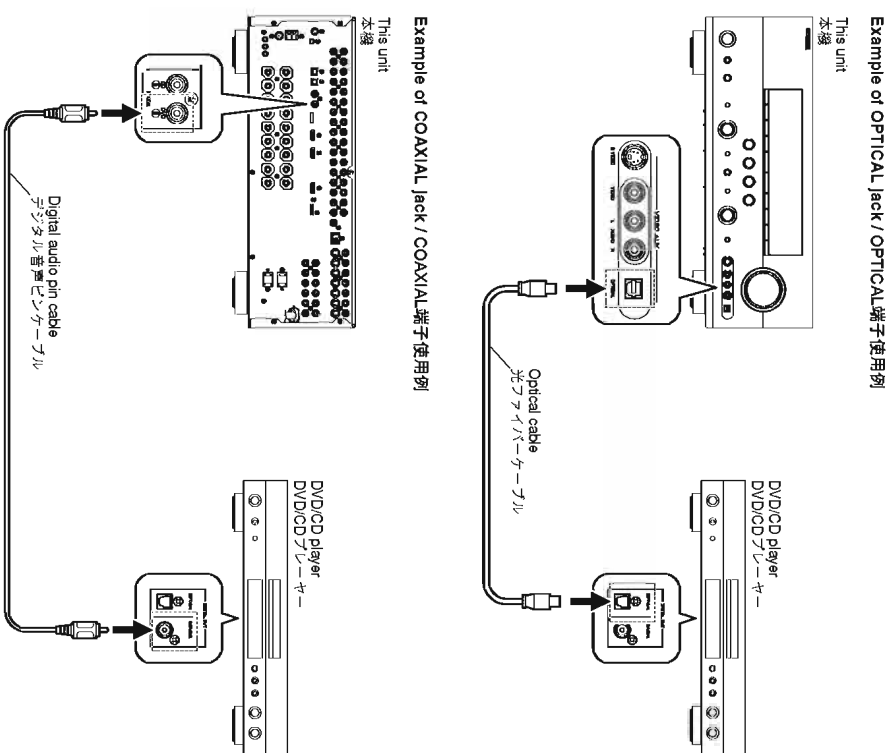

Fig. 1
- Connect this unit and DVD/CD player as shown below. (Fig. 1)
- 本機とDVD/CDプレーヤーを下記のように接続します。(Fig. 1)